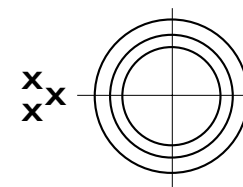

Fig. 4, en caso de punto de impacto a la izquierda
Girando el tornillo de ajuste lateral en dirección contraria a la indicada por la flecha (R) hace que el punto de impacto en el blanco se desplace hacia la izquierda (fig. 4).